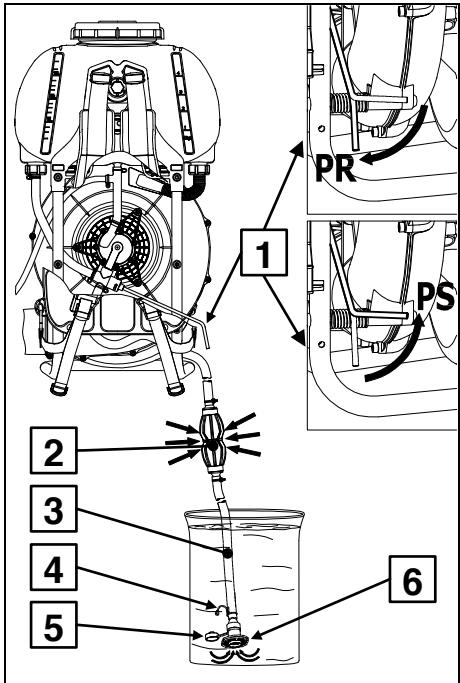

Figura 6 Bomba de empuje y llenado
- Para envasar la bomba, con el motor al mínimo, sumerja el tubo de aspiración (pos.3) en el líquido y apriete unas 10 veces la bombita (pos.2).
- Controle al trasluz cuándo está lleno el depósito y desconecte la función de llenado desplazando la palanca (pos.1) en **PS**.
- Cierre el tubo de aspiración con el tapón negro (pos. 5).
- Use el gancho (pos.4) para conectar el tubo de aspiración.
**Función de empuje:** Asegúrese de que la palanca (Figura 6 posición 1) se encuentra en posición **PS**. Remítase a la siguiente tabla que ofrece los datos del caudal de líquidos en las nueve posiciones del regulador (manual Atomizador MB90 / AT900) para el modelo provisto de la bomba de empuje.
- En el caso en que su atomizador sea un modelo MB90 / AT900 (es decir, está dotado de bomba de empuje y de llenado) compruebe que la palanca de desviación (Figura 6 posición 1) esté en posición **PS**.